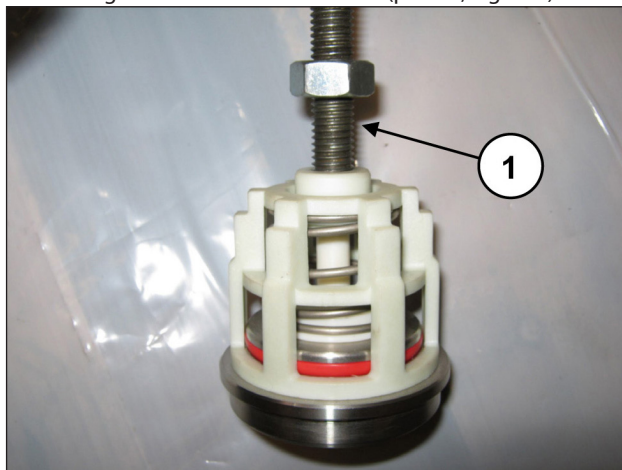

Fig. 140
Desmontar los grupos de las válvulas de aspiración y envío atornillando un tornillo M10 para presionar la guía interna y extraer la guía de la válvula de la sede (pos. ①, Fig. 140).